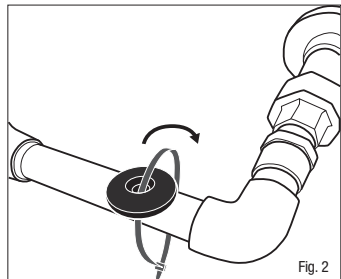

Fig. 2
3. Entrelace el sujetador a través de la ubicación deseada en el equipo y la etiqueta con el lado T.O.P. mirando hacia afuera (ver Fig. 2).
3. Passe a braçadeira através da localização desejada no equipamento e pelo furo do Tag T.O.P, mantendo o escrito T.O.P virado para fora (ver Fig. 2).